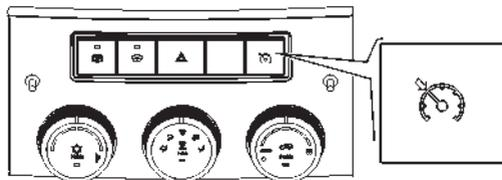

Рис. 3.17. Выключатель выбора функции «Круиз-контроль»
- выключатель выбора функции «Круиз-контроль» (рис. 3.17) служит для управления функциями КК.
Включение функции КК осуществляется с помощью нажатия выключателя «Круиз-контроль» (рис. 3.17). Повторное нажатие на выключатель «Круиз-контроль» приводит к выключению функции КК.